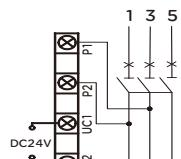
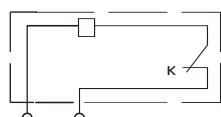

图2 DC24V接线图
图3 AC50Hz、230V、400V接线图
□ 分励脱扣器的外加电压介于额定控制电源电压70%~110%之间时, 能可靠分断断路器, 接线图见图2和图3。